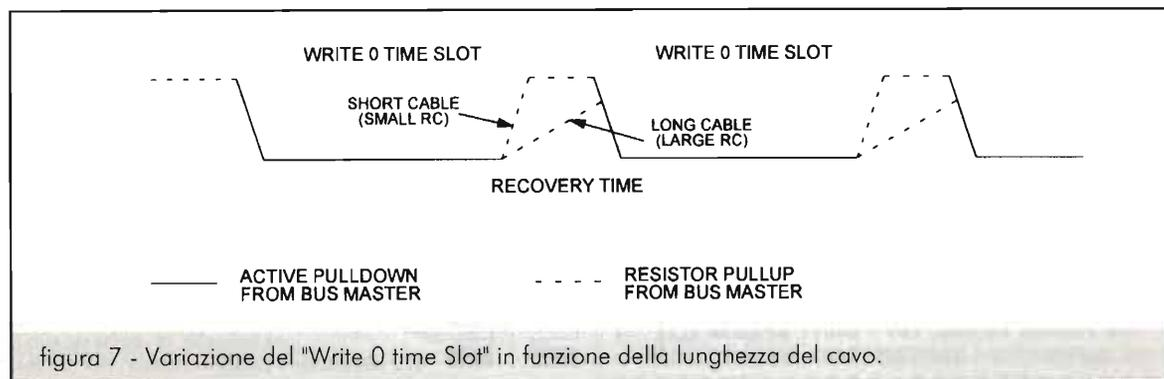

figura 7 - Variazione del "Write 0 time Slot" in funzione della lunghezza del cavo.
b)- Quando il Master scrive consecutivamente degli "0", se il Recovery time (è il tempo trascorso da quando il Master rilascia il bus dopo aver spedito un bit e quando lo riporta a 0 per il successivo impulso di sincronismo) è mantenuto al livello minimo di 1 mS, accadrà che il segnale sarà degradato sufficientemente da essere interpretato erroneamente dallo slave (vedi figura 7). La soluzione consiste, ovviamente, nel prolungare il Recovery time fino a 15 mS; a quel punto però, nel caso di un prodotto RC comunque eccessivo, si verificherà nuovamente il caso di cui al punto a). Utilizzando un Recovery time maggiore, la velocità di trasmissione scenderà dai 16.3 fino a 13.3 KBits/s; tale diminuzione, pur non trascurabile percentualmente, mi sembra francamente accettabile; dal lato pratico, vorrà dire che per leggere la chiave elettronica a 64 bit in vostro possesso (reset pulse, Presence Detect e tempo di comparazione del  $\mu P$  a parte), il Master impiegherà 4.8 mS contro i 3.93 mS del primo caso: sempre leggermente più rapido che aprire la porta di casa, sotto un'acquazzone, con la cara vecchia chiave meccanica a cilindretti...